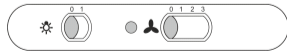

рис. 9
- Ползунковый переключатель (рис. 9).